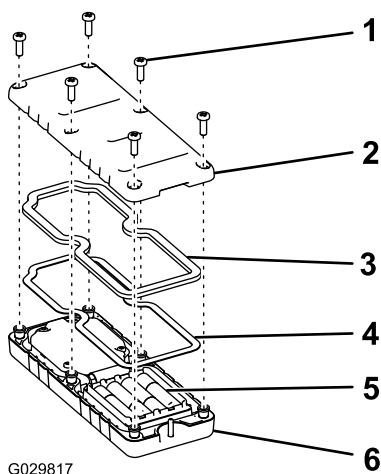

図 6
2. 新しい電池を入れる 向きに注意すること 図 6。
3. スチール製のガスケットとゴム製のシールをリモートの溝にきちんとはめ、バックカバーを取り付ける (図 6)。
4. ねじ6本を使ってカバーを固定し 図 6、各ねじを  $1.5-1.7 \text{ N}\cdot\text{m}$   $0.15-0.17 \text{ kg}\cdot\text{m}$  = 13-15 in-lb にトルク締めする。